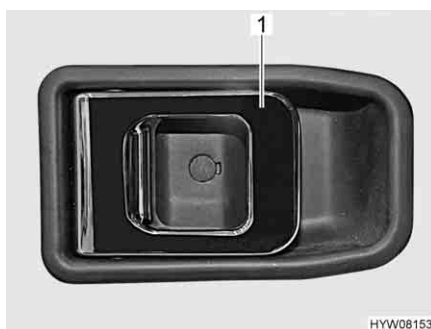

Fig. 52 Serratura della porta (porta conducente/porta di ingresso, lato interno)
- Tirare la maniglia (Fig. 52,1). La serratura della porta si sblocca o apre.
- Premere la maniglia (Fig. 52,1). La serratura della porta si blocca.